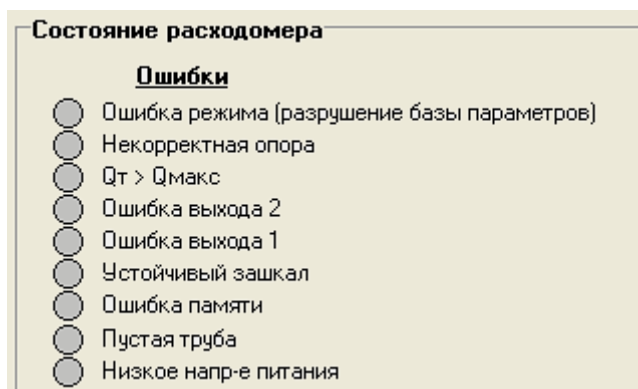

Рис.18. Вид области «Состояние расходомера».
2.10.1. Список ошибок (неисправностей) и нестандартных ситуаций, диагностируемых в работе расходомера, содержится во вкладке **Измерения** в области **Состояние расходомера** (рис.18).